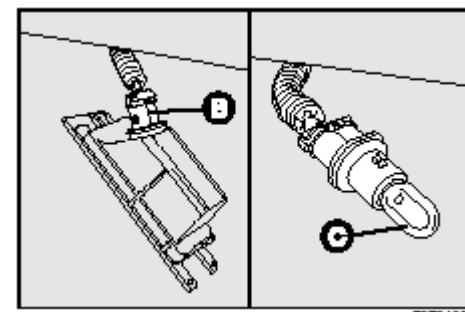

рис. 35
- повернуть держатель лампы **B** - рис. 35 против часовой стрелки, затем вынуть лампу **C**.